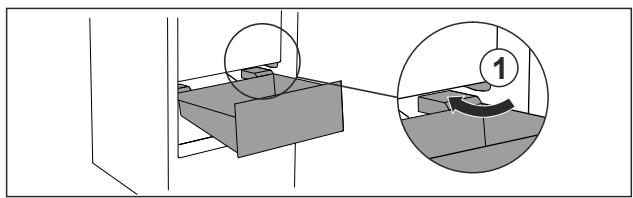

Fig. 78
- ▶ Umetnute ladicu koso oko zaustavljača Fig. 78 (1).